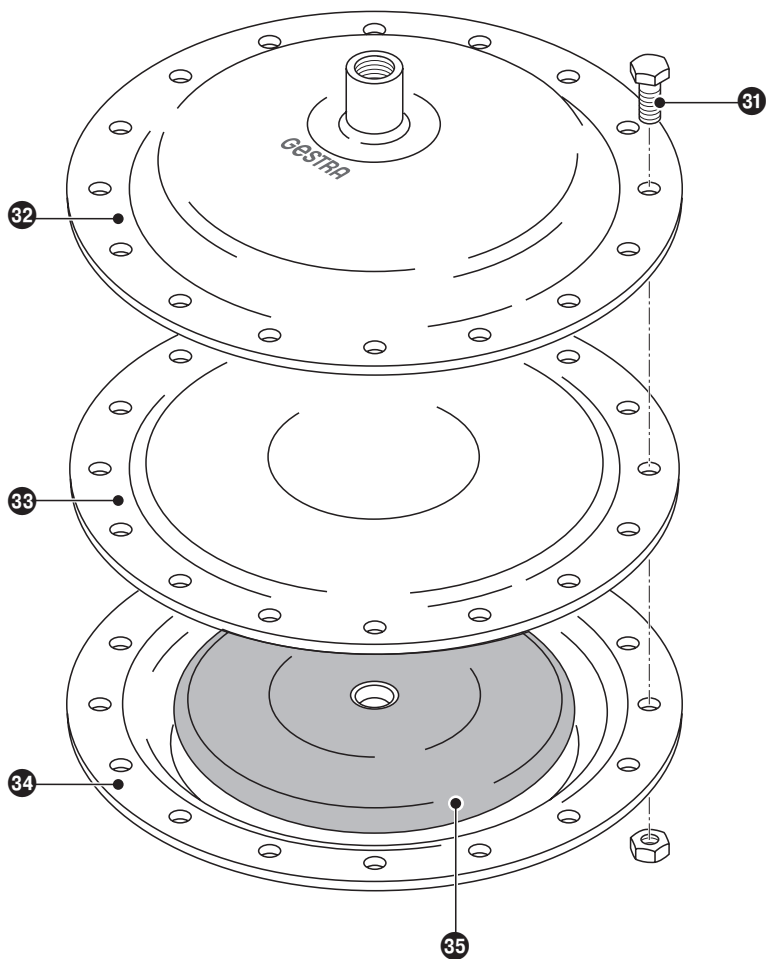

Рис. 14
3. Открутить болты с шестигранной головкой **31** и шестигранные гайки. **Рис. 14**
2. Открутить болты с шестигранной головкой **31** и шестигранные гайки, Рис. 14